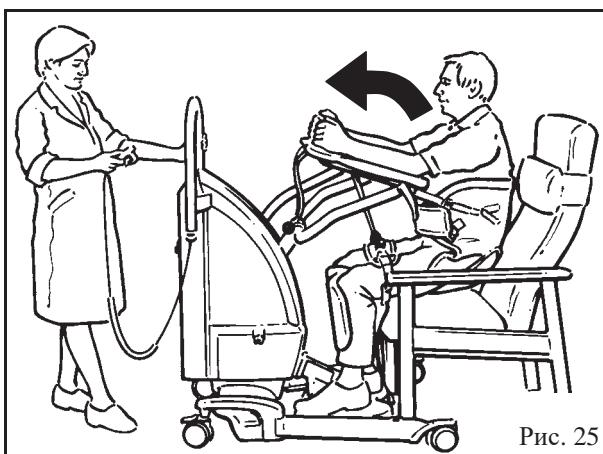

Рис. 25
7. С помощью кнопки подъема на пульте дистанционного управления или дублирующей панели управления продолжайте подъем, пока крепежные ремни не натянутся и спина пациента не начнет отрываться от кресла, после чего остановите подъем (см. рис. 25).